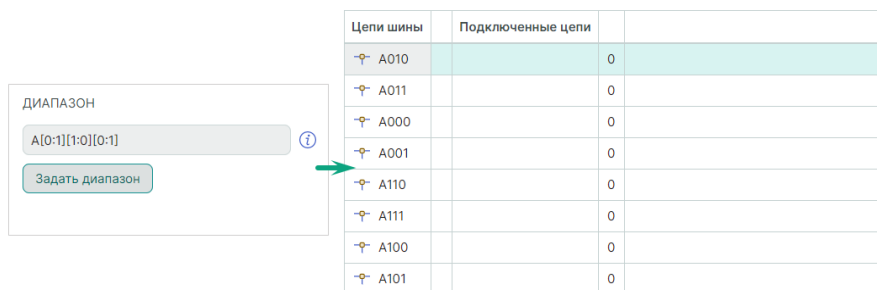

Рис. 209 Добавление диапазона матрицей
- матрицей – Prefix[Min:Max][Max:Min] или Prefix[Max:Min][Min:Max] и т.д., см. Рис. 209.